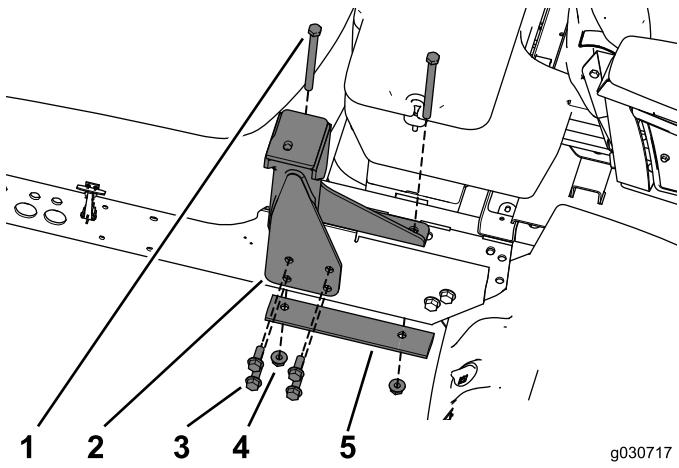

图20
1. 用拆下的五金件和 ROPS 将后底座固定到机架上 (图20)。